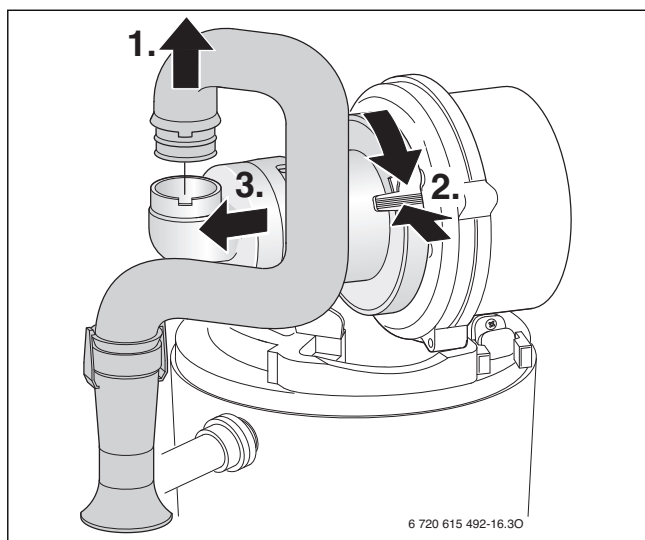

Fig. 44
- Smontare il dispositivo di miscelazione secondo la fig. 44.